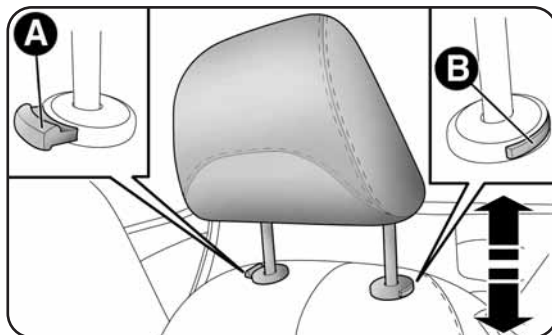

fig. 24
- réglage vers le bas: appuyer sur le bouton A-fig. 24 et baisser l'appui-tête.
- appuyer sur les boutons A et B-fig. 24, puis extraire les appuis-tête en les tirant vers le haut.